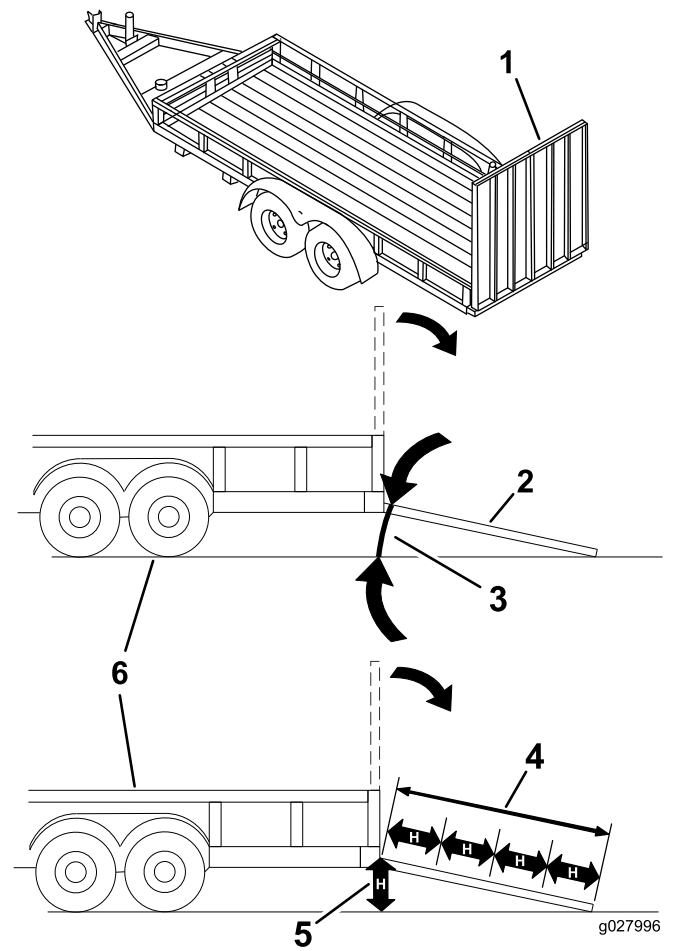

Figure 27
Le chargement de la machine sur une remorque ou un camion augmente le risque de basculement, et donc de blessures graves ou mortelles (**Figure 27**).
3. Abaissez la rampe pour que l'angle avec le sol ne dépasse pas 12 degrés (Figure 27).
1. Abaissez la rampe pour que l'angle avec le sol ne dépasse pas 12 degrés (Figure 27).